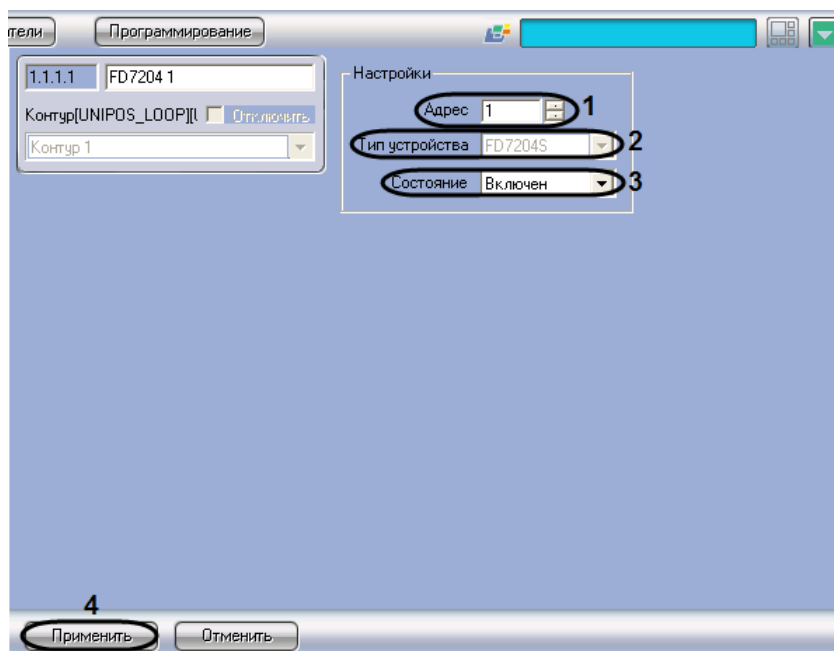

Рис. 3.6-14 Задание параметров адресной сирены FD7204
1. Перейти на панель настройки объекта **FD7204** (Рис. 3.6-14)
2. В поле **Адрес** ввести с помощью кнопок **вверх-вниз** адрес сирены FD7204 в CAN-сети ОПС *UniPos* (см. Рис. 3.6-14, **1**).
Примечание. В поле **Тип устройства** автоматически отображается тип подключенной сирены (см. Рис. 3.6-14, **2**).
3. Из раскрывающегося списка **Состояние** выбрать состояние (**включен/выключен**) сирены FD7204 (см. Рис. 3.6-14, **3**).
4. Для сохранения настроек во внутренней базе данных ПК *ACFA Intellect* нажать кнопку **Применить** (см. Рис. 3.6-14, 4).